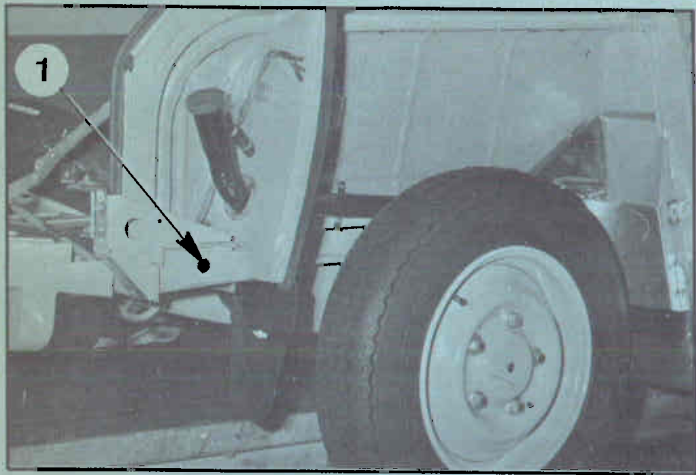

Fig. 21
14. Achterste traverse (BREAK) (afb. 21)
- Verwijder de pluggen (1) die de gaten aan de uiteinden van de achterste traverse afdichten.